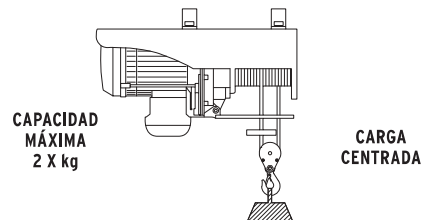

FIG.8
6. Puede elevar cargas hasta de $2x$ kg a una altura de 6 m usando el gancho tipo polea (FIG.8).